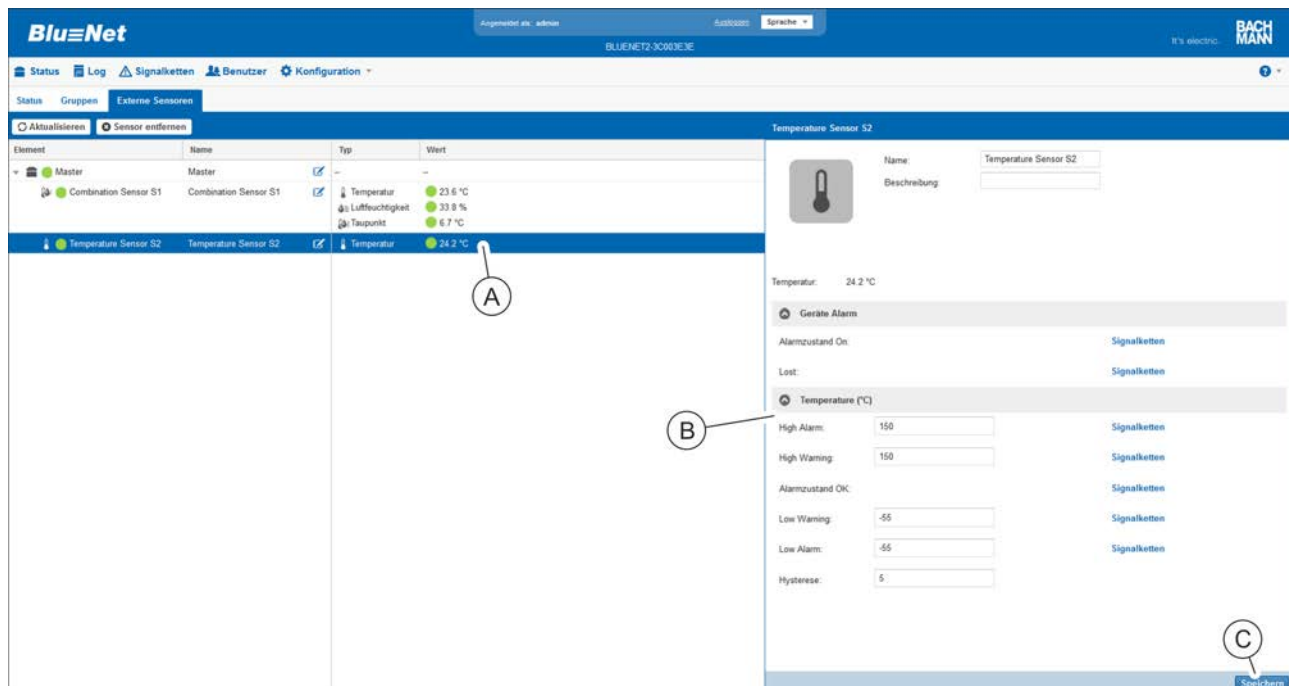

Abb. 193: Menü "Status" – Registerkarte "Externe Sensoren"
- (A) Ausgewählter Sensor
- (B) Detailansicht des ausgewählten Sensors
- (C) Schaltfläche „Speichern“ zum Speichern der Konfiguration
4. In der Registerkarte "Externe Sensoren" den gewünschten Sensor auswählen (Abb. 193/A).
- ⇒ Die Einstellungen des Sensors erscheinen rechts am Rand in der Detailansicht (Abb. 193/B).